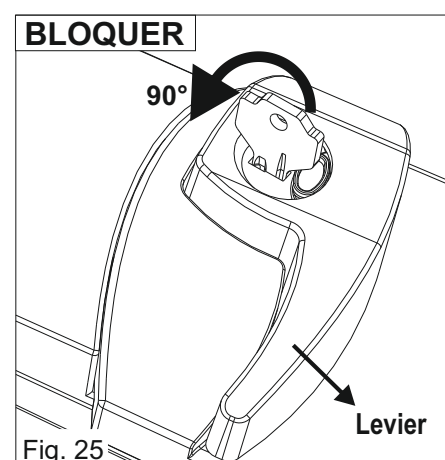

Fig. 25
- 2) Tournez la clé à 90° dans le sens inverse des aiguilles d'une montre (Fig. 25)